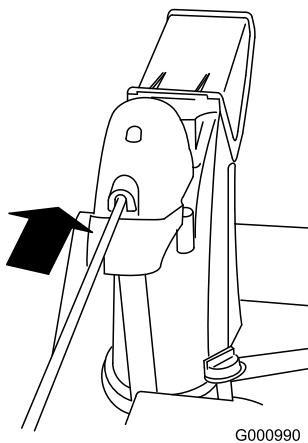

Figure 15
4. Insérez l'avant de la tige dans l'ouverture au dos du couvercle du secteur denté de la goulotte jusqu'à ce qu'il glisse dans le secteur denté (Figure 15).